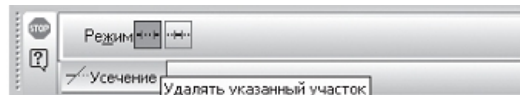

Рис. 4.6.
- курсором. При цьому на панелі властивостей активний перемикач **Видаляти зазначену ділянку** (рис. 4.6);